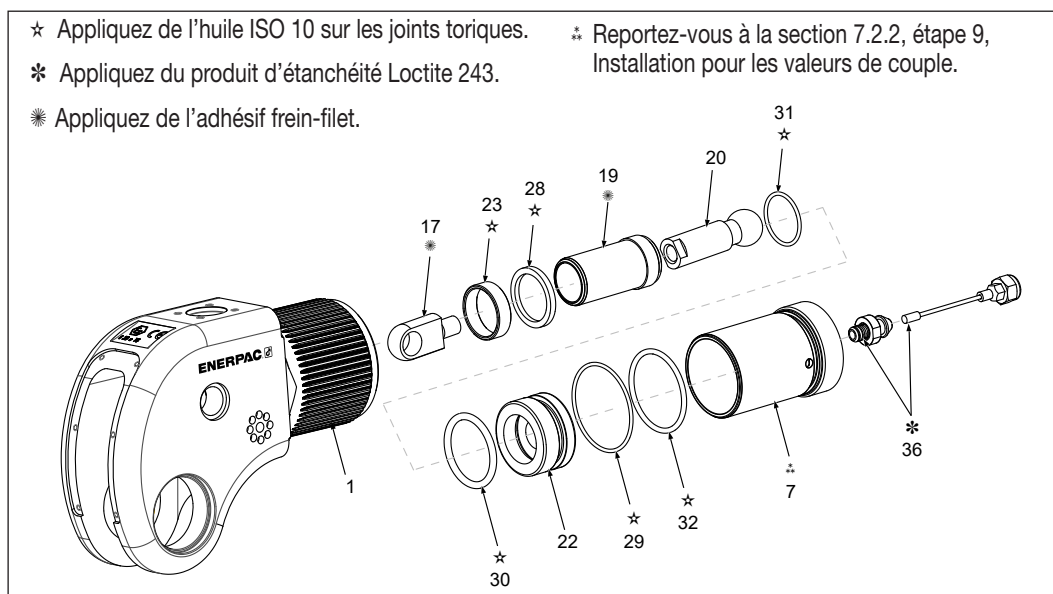

Figure 13 : Vue éclatée des pistons DSX1500, DSX3000 et DSX5000
7.2.2 Assemblage du piston (figures 13 et 14)
1. Pour séparer le bras de réaction du corps de la clé (1), dévissez et retirez le câble en dévissant l'écrou, puis le reste du câble (36).
3. Maintenez fermement le corps de la clé (1). À l'aide d'une clé à goupille adaptée, dévissez et retirez le manchon du piston (7), puis le piston dégagé. Retirez le joint torique (32) du manchon du piston.
4. **Modèles DSX11000/DSX25000 uniquement** - Retirez la vis sans tête (39) et le roulement à billes (38) du corps de la clé pour les inspecter et les nettoyer. Appliquez du produit d'étanchéité Loctite 577 sur les pièces et réinstallez-les. Vous devez laisser le temps au produit d'étanchéité d'agir avant de procéder à des essais.
5. Retirez le joint de la tête du piston (22), séparez l'embout (17) de la tige du piston (20), séparez la tête (22) du piston (19) et retirez le joint torique interne de la tête du piston.
6. Retirez le joint de la tige (28) et la bague du piston (23) s'ils sont toujours présents sur le corps de la clé.
• Remontage et installation (figures 13 et 14)